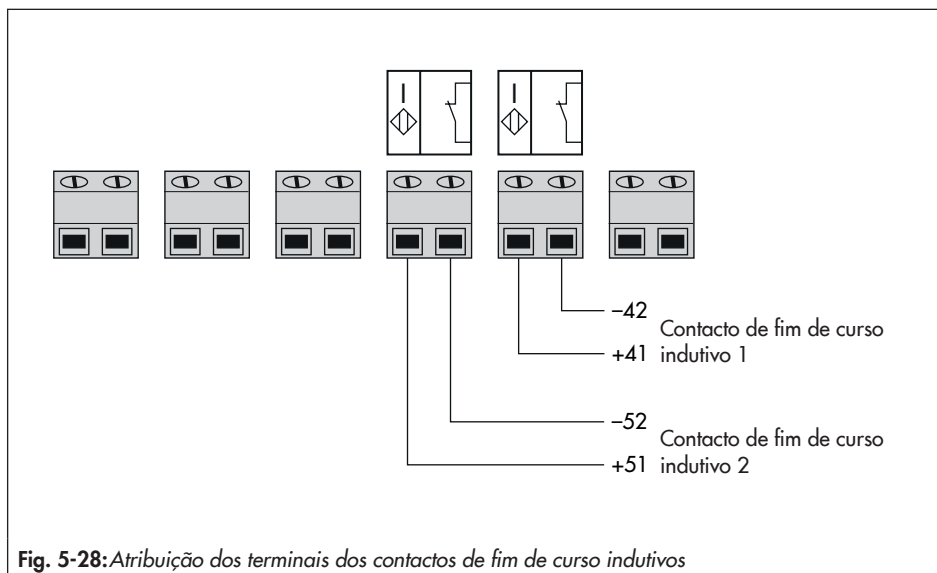
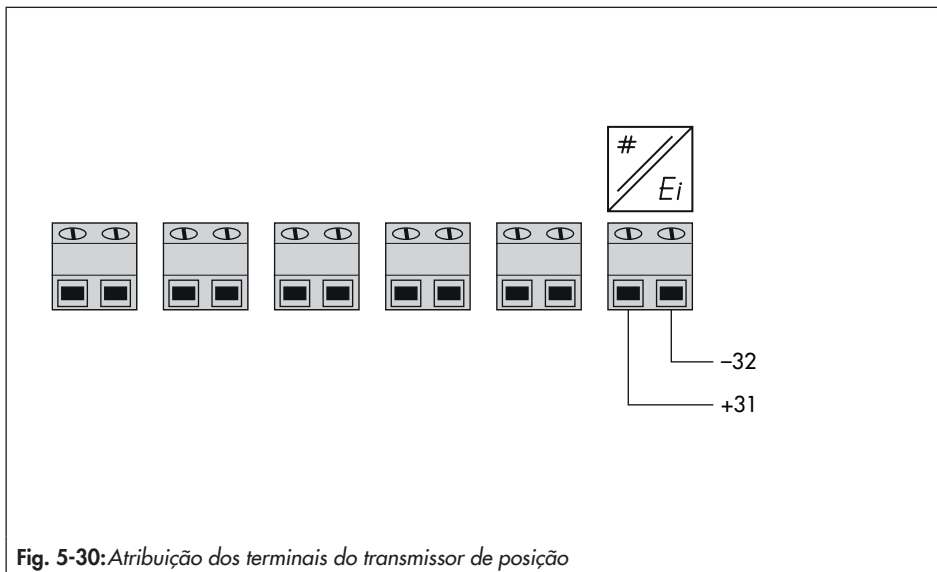

Fig. 5-28: Atribuição dos terminais dos contactos de fim de curso indutivos
Fig. 5-30: Atribuição dos terminais do transmissor de posição
- Opções de ligação como ilustrado na Fig. 5-28 à Fig. 5-30, se necessário.